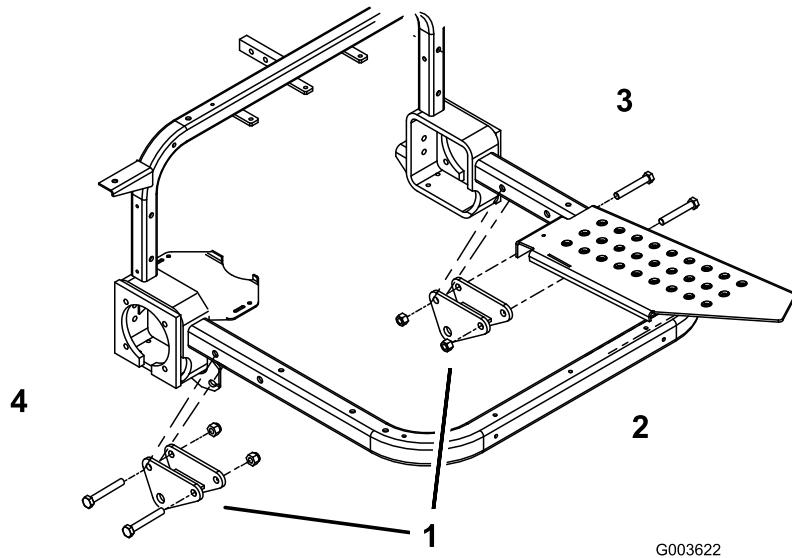

Figure 10
2. Fixez légèrement un support de montage aux tubes des repose-pied droit et gauche au moyen de 2 boulons (1/2" x 3 1/2") et contre-écrous (1/2"). Positionnez les supports de montage et les boulons comme montré à la Figure 10.